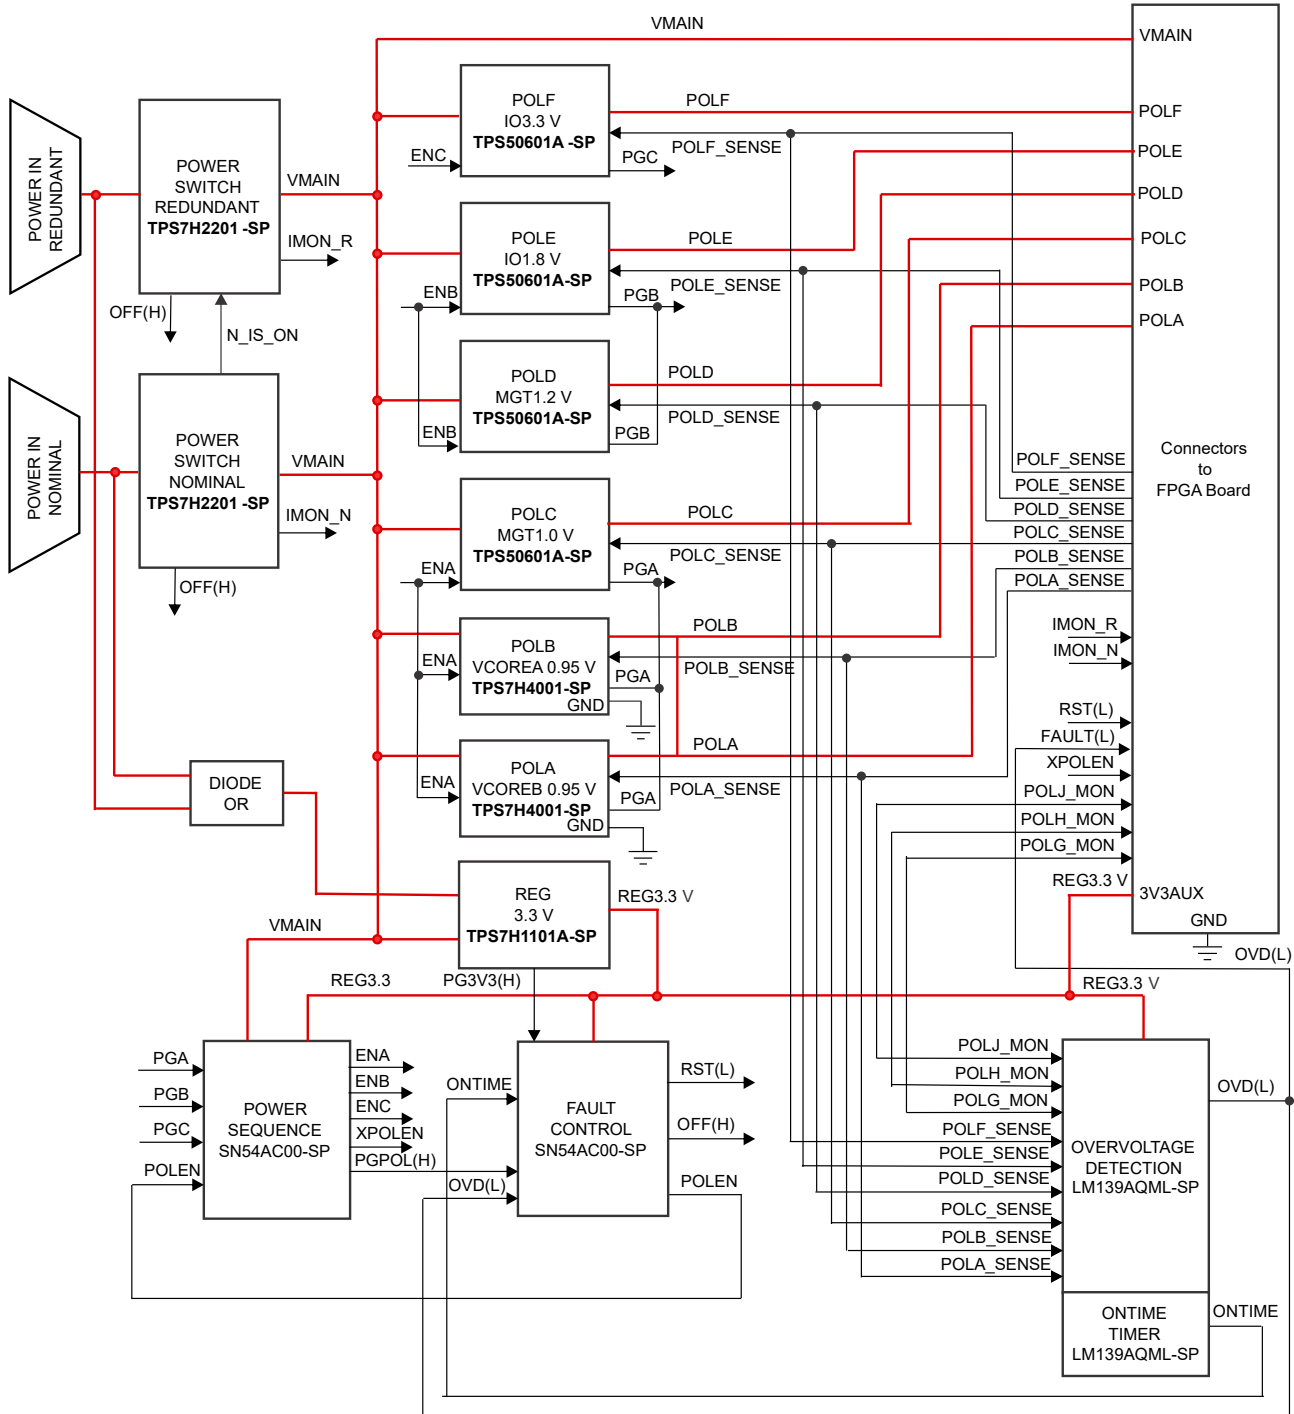
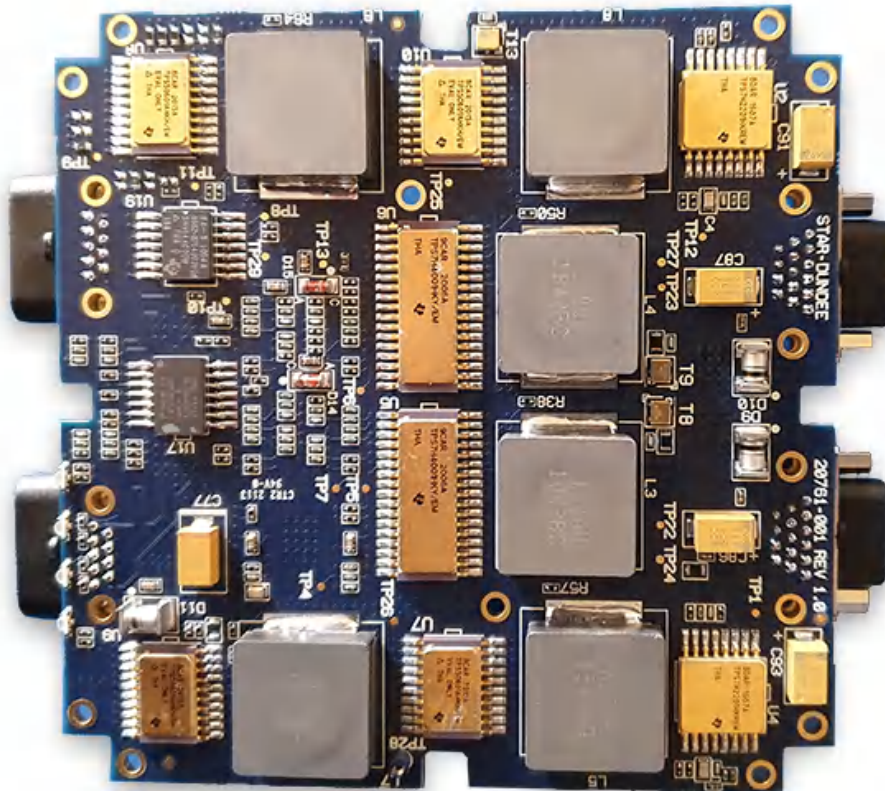

图 2-1. STAR-Tiger 电源方框图
图 2-2. STAR-Tiger 电源板
STAR-TIGER 交换机中的电源板为用于实现路由交换机的 Xilinx KU060 FPGA 提供主电源轨。图 2-1 中显示了 STAR-Tiger 电源设计，图 2-2 中显示了电路板的照片。STAR-Tiger 电源板使用德州仪器 (TI) 的以下航空级电源器件：TPS7H2201-SP、TPS50601A-SP、TPS7H4001-SP、TPS7H1101A-SP 和 TPS7A4501-SP。所有这些器件均为 V 级器件，耐受高达 100krad(Si) 的电离辐射总剂量 (TID)，LET = 75MeV-cm²/mg。